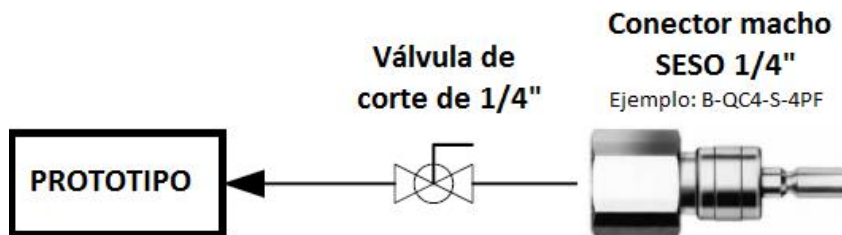

Figura 1. Conexión para el suministro de hidrógeno.
- 4.3.7. **Prototipos que requieran hidrógeno.** Todos los vehículos que requieran una alimentación externa de hidrógeno para funcionar, han de contar con una conexión rápida macho de latón 1/4" de SESO (Single End Shutoff), como la que se muestra en la figura 1. Las juntas